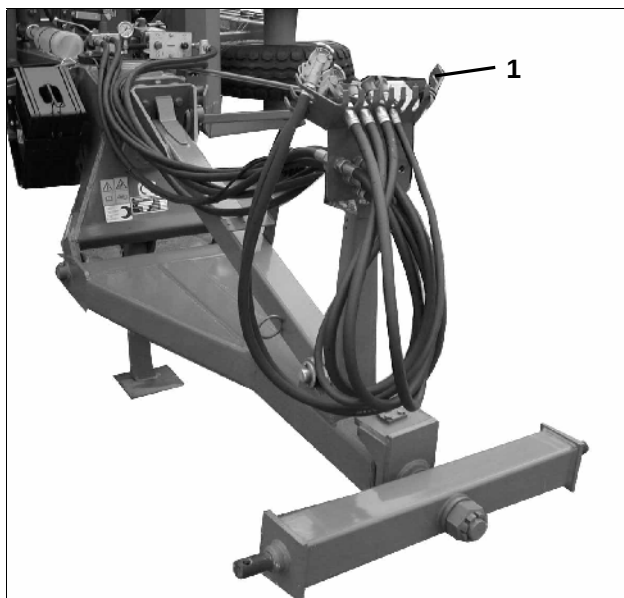

Fig. 16
- Hydraulikslangerne placeres i parkeringsstudserne (Fig. 16/1).